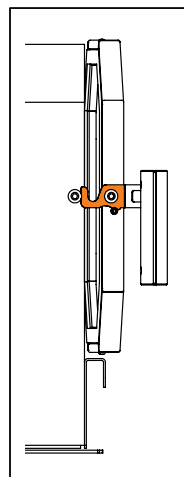

Figura 6. Posizione porta
- Durante il riscaldamento pre-installazione, tenere la porta leggermente aperta. Non chiudere la porta in nessuna fase durante il primo riscaldamento. (Vedere Figura 6.)